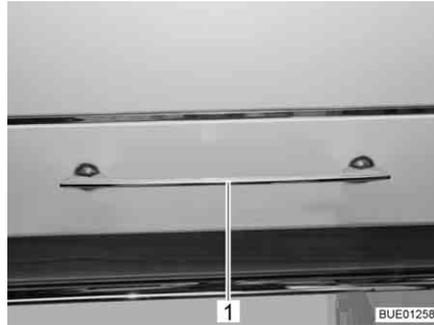
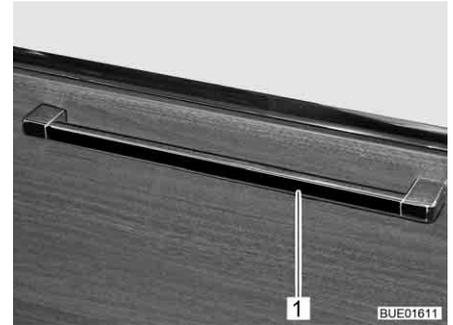

Fig. 42 Abattant de placard avec poignée de déverrouillage
Fig. 43 Abattant de placard avec poignée de déverrouillage (alternative)
- Suivant son emplacement, appuyer sur la poignée de déverrouillage (Fig. 42,1 ou Fig. 43,1) vers le haut, le côté ou le bas et la maintenir appuyée.